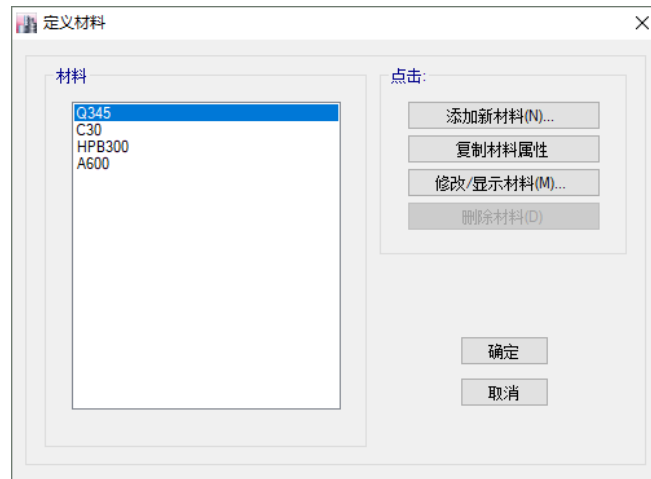

图 3-1 定义材料对话框
1. 点击菜单**定义>材料属性**，弹出**定义材料**对话框，如图 3-1 所示：